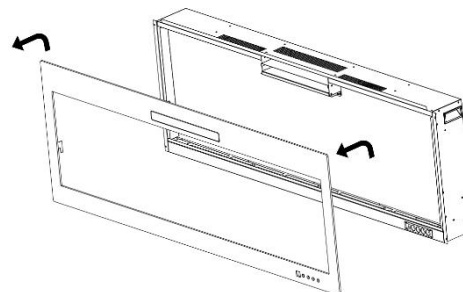

Fig. 2-2
B. Retire los dos soportes y apártelos. (Fig. 2-2)